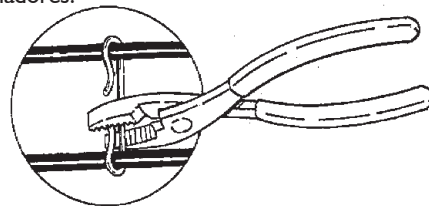

Figura 18. Apriete los espaciadores con alicates
Apriete las pinzas y los espaciadores. Apriete las pinzas y los espaciadores de cable del techo. Puede utilizar los dedos o alicates. Si utiliza alicates, apriete ligeramente para evitar pellizcar, cortar o dañar el cable de alguna manera (Véase la Figura 18). No utilice un martillo para apretar las pinzas ni los espaciadores.
Cuando se tiene la medida necesaria, el siguiente paso es instalar los espaciadores de cable y bajar el cable por la bajada de agua. Se deben sujetar los espaciadores al cable cada 6 pulgadas (15 cm) para que el cable no se toque en la bajada de agua. Se debe apretar los espaciadores antes de bajar el cable. Puede hacerlo con los dedos o con la ayuda de alicates. Si utiliza alicates apriete ligeramente para no pellizcar, prensar, cortar o dañar el cable de alguna manera (Véase la Figura 18). No clave o apriete las pinzas ni los espaciadores. Baje el cable por la bajada de agua con la ayuda de una cuerda con una pesa.
- Al correr el cable por los canales, se pueden apretar los espaciadores con los dedos o con alicates. Si utiliza alicates, apriete ligeramente y tenga cuidado de no pellizcar, prensar o dañar de alguna forma el cable (Véase la Figura 18). No utilice un martillo para apretar las pinzas ni los espaciadores.